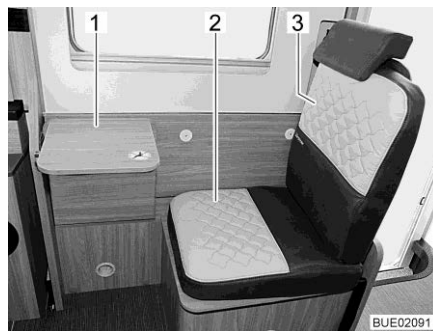
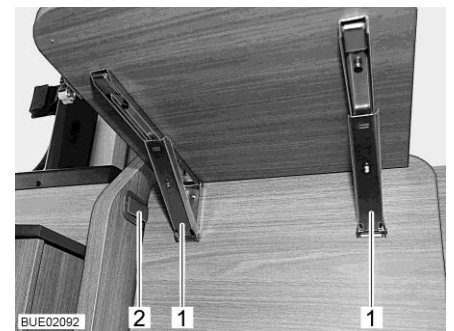

Fig. 27 Sedile supplementare con tavolo ribaltabile
Fig. 28 Fermi sul tavolo ribaltabile
- Posizionare il cuscino del divano fornito in dotazione (Fig. 27,2) e il cuscino dello schienale (Fig. 27,3).
- Ruotare verso l'alto la parte anteriore del divano, fino a che il fermo in plastica (Fig. 28,2) non si innesta.
- Ribaltamento del piano del tavolo verso il basso: Sbloccare i due fermi (Fig. 28,1) e ruotare verso il basso il piano del tavolo (Fig. 27,1).